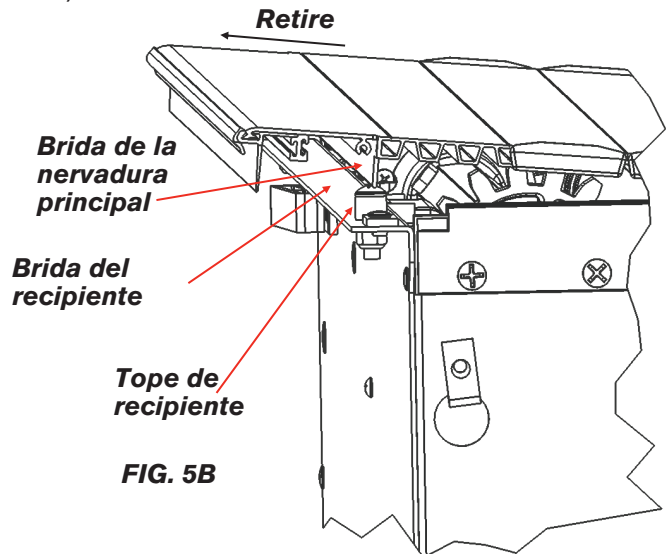

FIG. 5B
- Primero, asegúrese de que la brida de la nervadura principal esté orientada hacia la puerta trasera lo suficiente para despejar la brida del recipiente y el tope del recipiente (FIG 5B).